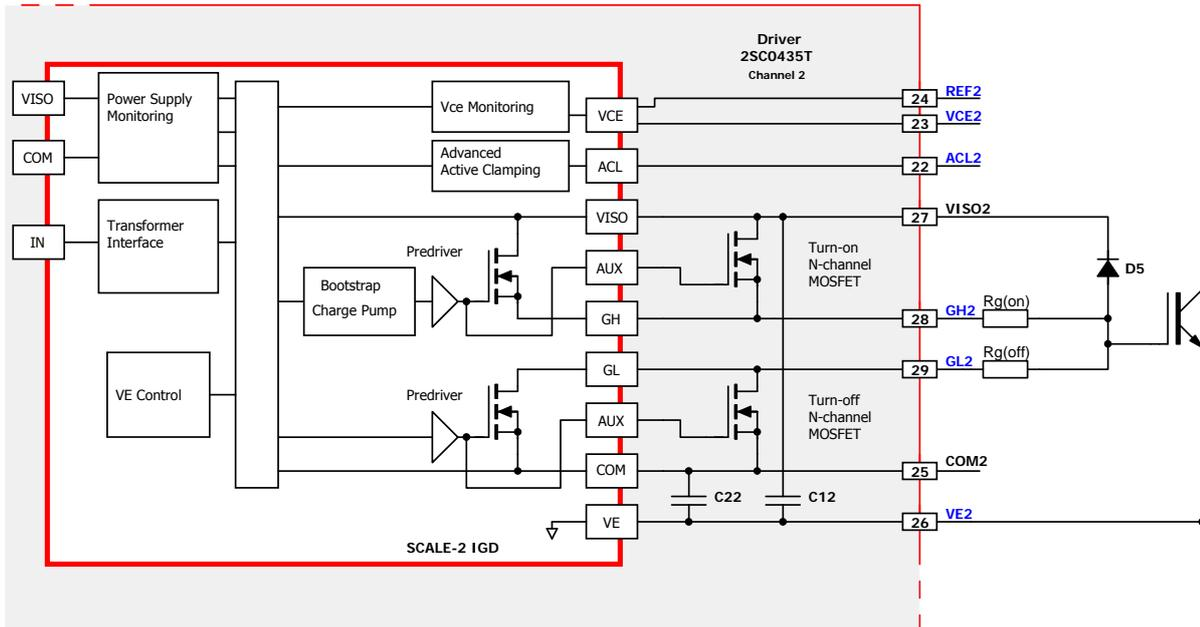

图21 轨到轨输出和门极钳位（2SC0435T示例）
CONCEPT SCALE-2驱动器使用N沟道输出级，如图21中所示。在功率半导体门极输入充电完成后，N沟道MOSFET上的电压降几乎为零。因此，SCALE-2驱动器具有轨到轨的输出功能。
轨到轨输出在驱动功率半导体时有多种优势。第一个优势是VISOX电压可以被稳定在15V。使用肖特基二极管（图21中的D5），门极电压可被钳位在稳定的15V。这样可避免门极电压升高，从而降低IGBT短路电流 $I_{SC}$ 和能量，因为前者高度依赖于门极-发射极电压 $V_{GE}$ ：
在图21中使用D5后，电流 $I_g$ 将会向支撑电容 $C_{12}$ 和 $C_{22}$ 充电。 $C_{12}$ 和 $C_{22}$ 上的电压通常在低位。因此，功率半导体无法发生寄生导通。此功能也可用于STO（安全转矩工作）。
- 1) 将副边端子COMx和VEx连接在一起。这必须在驱动器电源关断的情况下执行，否则可能会损坏副边ASIC IGD。如有必要，可使用图21中的支撑电容C12。图21中的支撑电容C22不再需要，因为它们已经被短路。